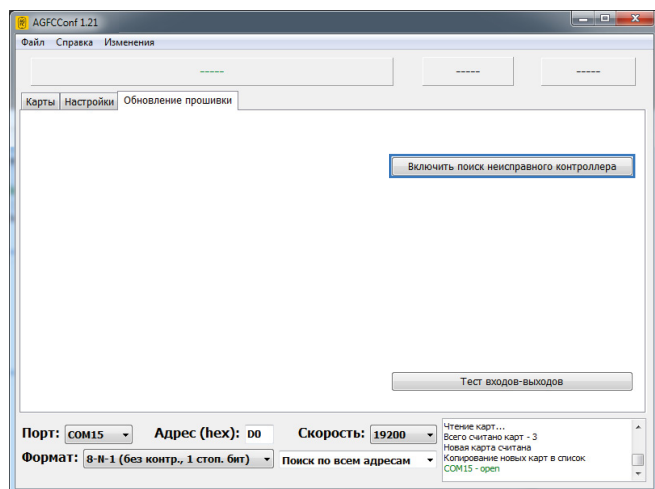

Рис.24. Включение поиска неисправного контроллера.
4. Подключить ТРК «AGFC» с поврежденной прошивкой к программатору «TKLS-Prog», подключенному к компьютеру. Программа «AGFCConf» обнаружит неисправное устройство и предложит выбрать файл прошивки для загрузки в это устройство – в окне состояния появится сообщение «Выберите прошивку» и на вкладке станет доступной кнопка «Найти прошивку» (Рис.24).